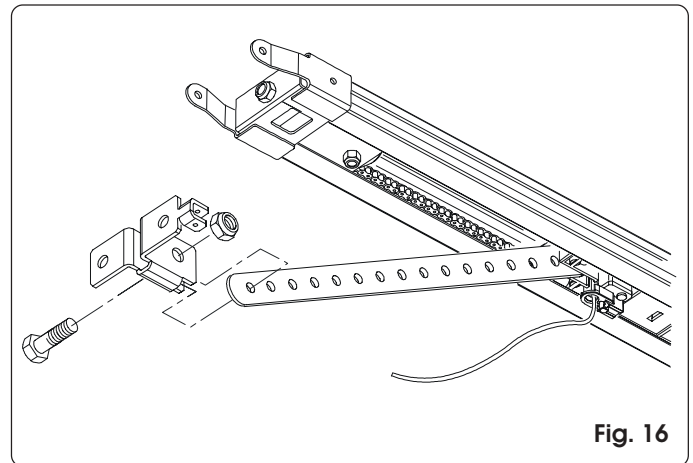

Fig. 16
- 1) Assemblare l'attacco con l'asta del carrello (fig. 16). Se si utilizza lo sblocco esterno, posizionare l'attacco sulla porta in modo che il passante del cavetto di sblocco si trovi rivolto verso il lato sinistro della porta (fig. 16 e 17).